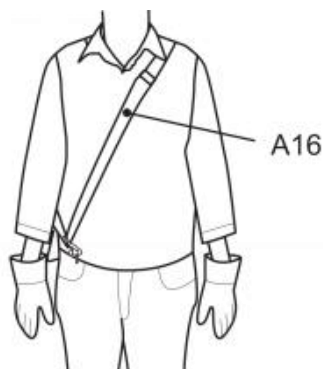

Fig. 33
2. Placera selen (A16) så att den löper över vänster axel och korsar bröstet och ryggen. Fästklämman (A18) måste sitta vid höger höft (Bild 33).